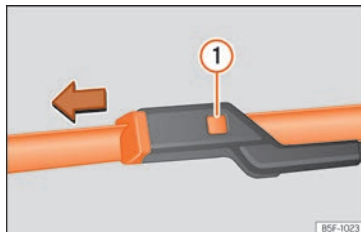

Fig. 85 Remplacement des balais d'essuie-glace.
- Maintenez la touche de déverrouillage »» **fig. 85** **1** enfoncée en tirant légèrement le balai dans le sens de la flèche.